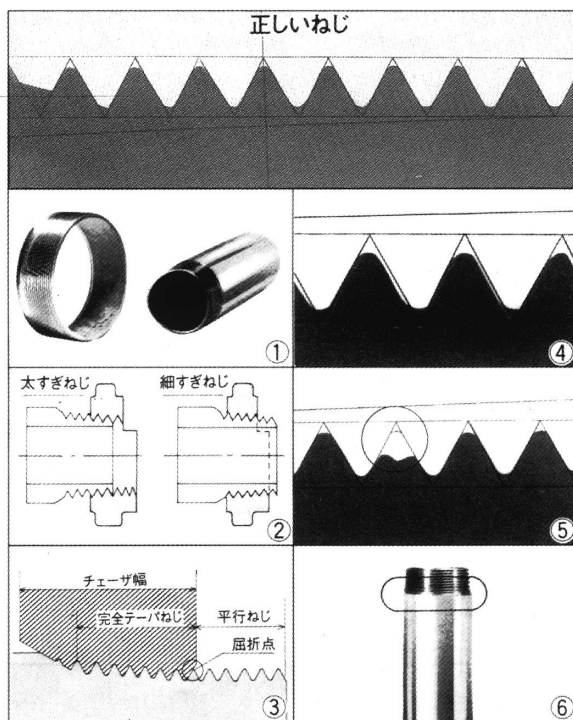

図45
① 多角ねじ (図45①)
④ 切られたねじの山ヤセ (図45④)
⑤ 切られたねじの山欠け (図45⑤)
⑥ パイプに対してのねじの偏肉切れ (図45⑥)